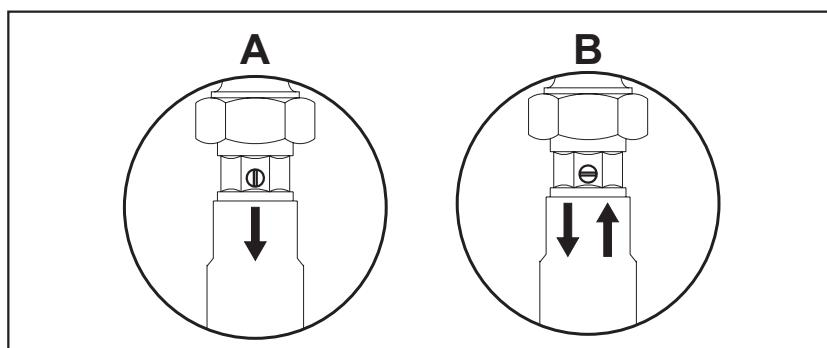
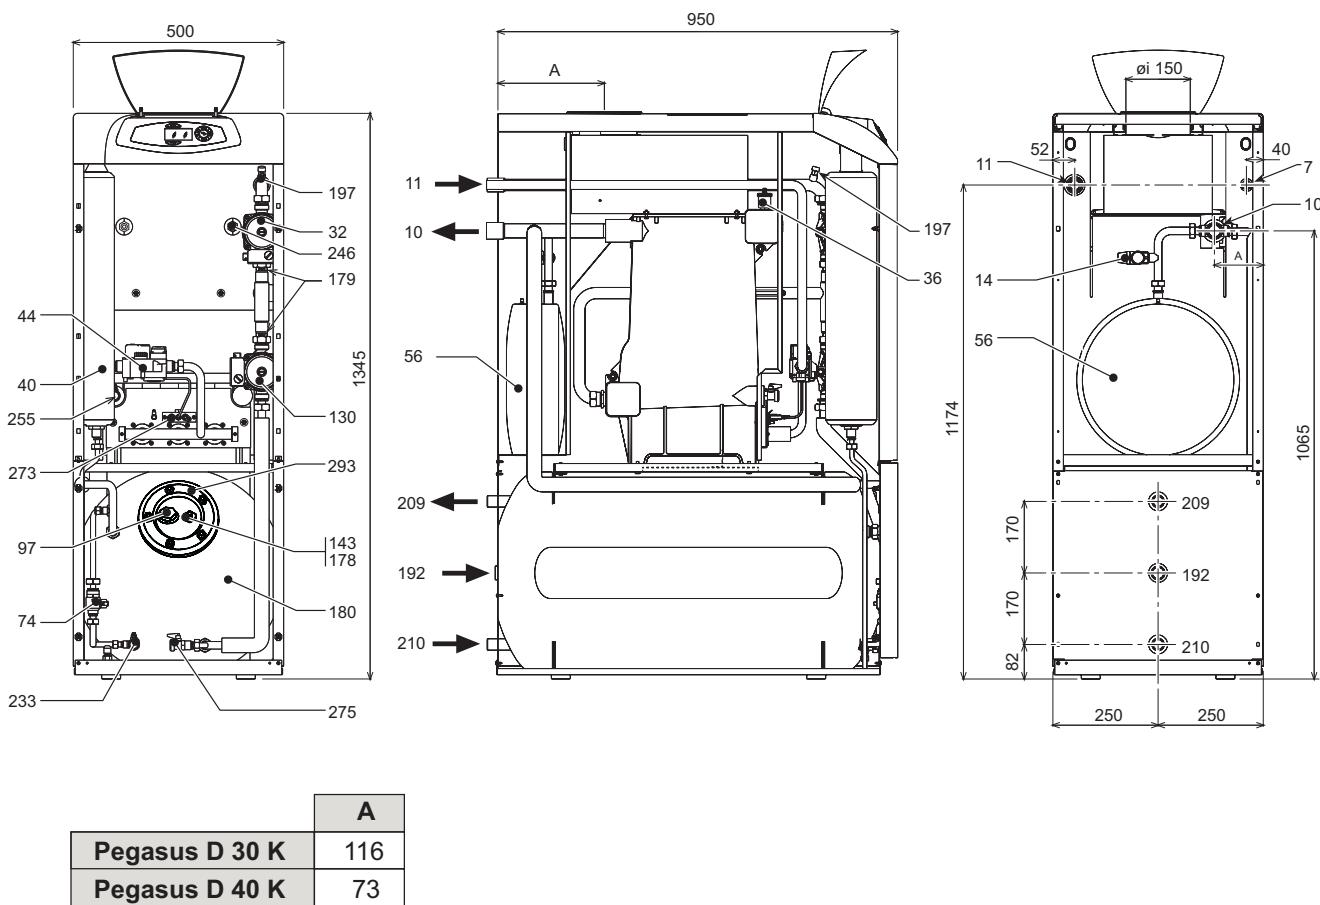

рис. 22
рис. 25
- Для опорожнения системы отопления используйте кран 275 на рис. 25, предварительно сняв блокировку затворов обратных клапанов поз. 179 на рис. 25 (см. также рис. 22). Для удаления воздуха из системы откройте вентили радиаторов.
- Для слива воды только из котла закройте отсечные клапаны и полностью откройте кран (255 - рис. 25). После этого разблокируйте затворы обратных клапанов (179 - рис. 25). В последнюю очередь откройте кран 197 на рис. 25).
Перед заливкой системы водой закройте сливной кран, воздуховыпускные вентили радиаторов и блокируйте затворы обратных клапанов 179 на рис. 25.